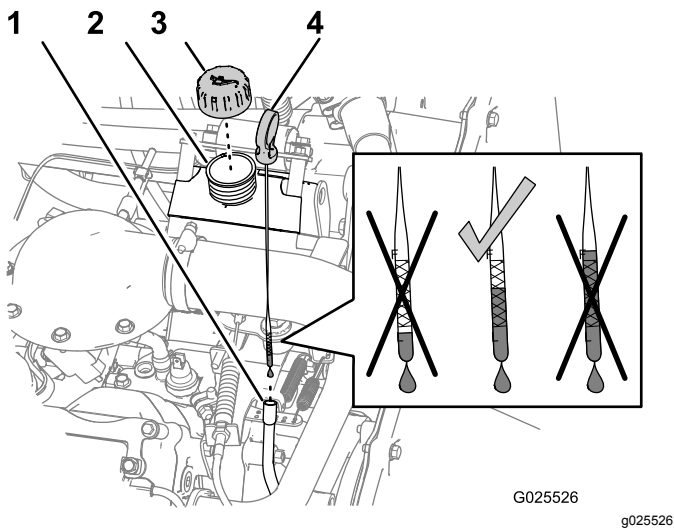

图42
4. 取出量油尺用干净的抹布擦拭图42。
- 取出量油尺并检查油位图42。
- 如果油位较低请取下加油颈盖图42然后添加足够机油将油位提高到量油尺上的“已满”标记。
- 将加油颈盖装到加油颈上图42。
- 稳固安装量油尺图42。